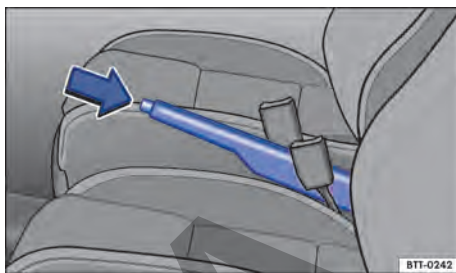

Fig. 79 Entre los asientos delanteros: palanca del freno de estacionamiento.
- Tirar de la palanca del freno de estacionamiento hacia arriba con la tecla de bloqueo presionada → **fig. 79** (flecha).
- Tirar de la palanca del freno de estacionamiento un poco hacia arriba y presionar la tecla de bloqueo → **fig. 79** (flecha).